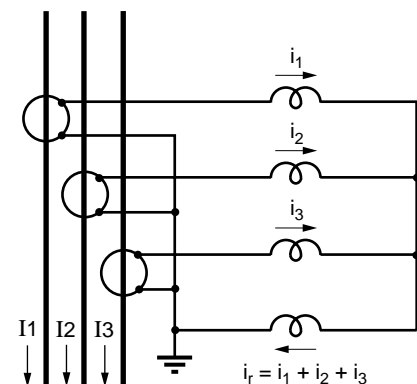

fig. 5 : mesure du courant résiduel par 3 TC.
□ l'utilisation de trois transformateurs de courant (cf. fig. 5) a des avantages :